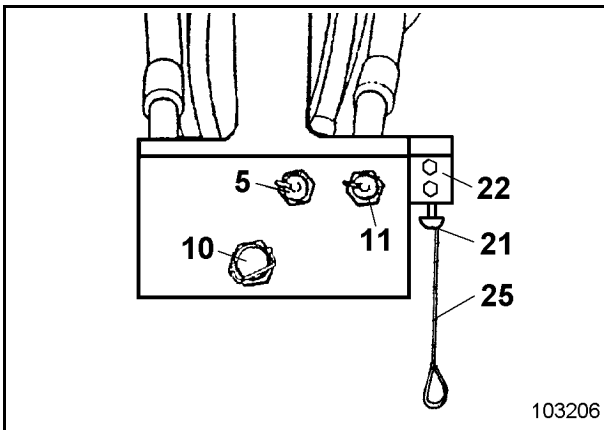

Fig. 2-54:
Der Bagger ist mit einer zentralen Service-Station (Fig. 2-54:) ausgerüstet. Die Service-Station ist am Rahmen befestigt und unterhalb des Oberwagens vom Boden aus erreichbar. Es lassen sich mit den Schnellbetankungs-Kupplungen folgende Betriebsstoffe (Flüssigkeiten) einfüllen.
Steuerknopf (21, Fig. 2-54:) des Ventils (22) mit dem Seilzug (25) herausziehen. Die Service-Station wird in die untere Stellung abgesenkt. Steuerknopf (21) um 90° drehen und einrasten lassen.
Zum Füllen bzw. Absaugen einer Flüssigkeit den entsprechenden Deckel der Schnellverschlußkupplung (Fig. 2-54: abschrauben.